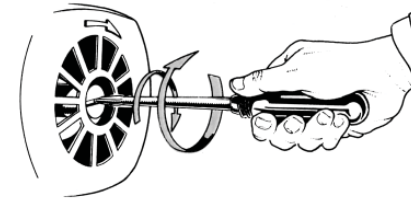

Figura 2: Desbloquear eje
- Compruebe que el eje de la bomba gire libremente y no esté bloqueado (figura 2).